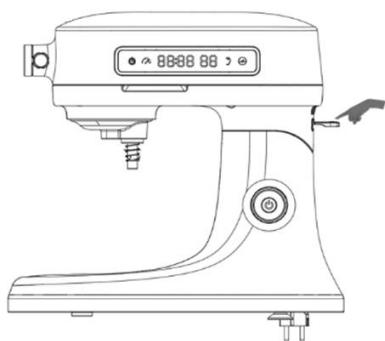
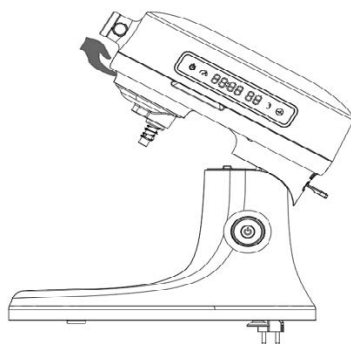

Figura 1
Figura 2
1. Coloque la máquina empaquetada sobre la mesa, sujete el cabezal con la mano izquierda y, a continuación, pulse el botón de subida del cabezal hacia abajo con la mano derecha (figura 1), el cabezal se levantará automáticamente, la mano izquierda sujeta suavemente el cabezal hacia arriba hasta que haga clic, la máquina estará completamente abierta y bloqueada (figura 2).